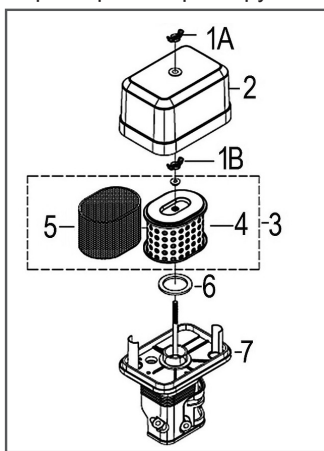

Рис. 14 Конструкция воздушного фильтра
1. Открутите гайку 1А и снимите крышку 2 воздушного фильтра (Рис. 14).
2. Открутите гайку 1В и снимите воздушный фильтр 3 (Рис. 14).
3. Аккуратно снимите поролоновый фильтрующий элемент 5 с бумажного фильтрующего элемента 4 (Рис. 14).
Бумажный фильтрующий элемент 4 (Рис. 14) не подлежит очистке, необходима его замена. Не продувайте бумажный фильтрующий элемент сжатым воздухом,